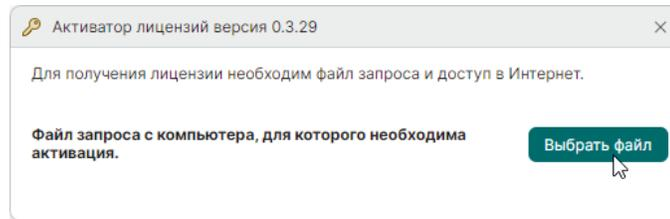

Рис. 19 Окно «Активатор лицензий»
3. На компьютере с доступом в Интернет запустите «Eremex.LicenseActivator». В отобразившемся окне «Активатор лицензий» нажмите «Выбрать файл», см. Рис. 19.